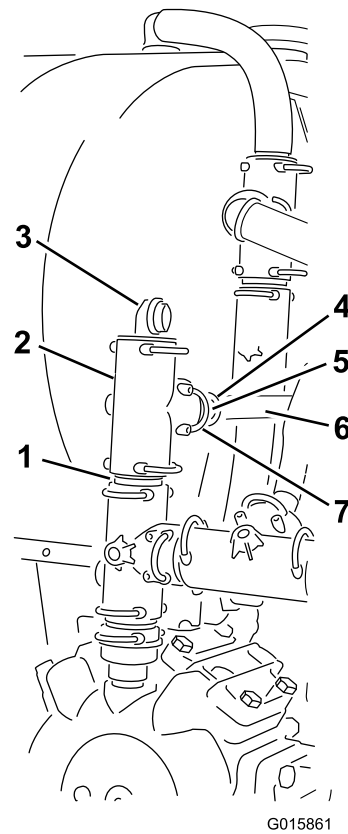

Figure 33
- Montez le raccord S67 au sommet du raccord en T et fixez-le avec un étrier (Figure 33).
- Montez un raccord à 90° cannelé sur la branche supérieure du raccord en T (Figure 33) et fixez-le avec un étrier S67.
Remarque: Orientez la buse vers l'arrière (Figure 33).
- Montez un raccord réducteur S67 à S53 sur le côté du raccord en T, et fixez-le raccord réducteur avec un étrier S67 (Figure 33).
- Montez un raccord droit cannelé S53 dans le raccord réducteur à l'aide d'un étrier S53 (Figure 33).